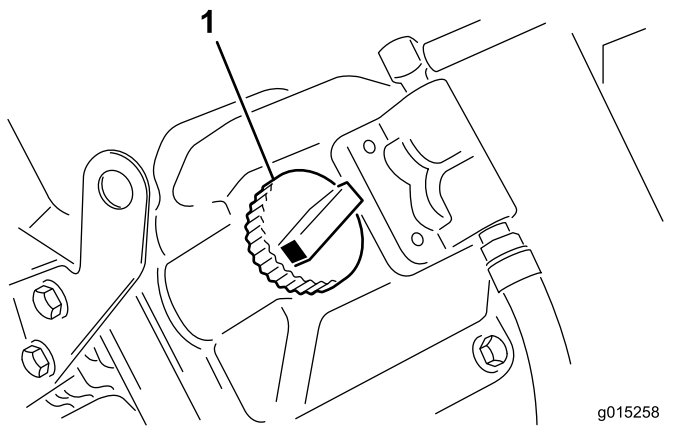

图9
5. 如果油位低于“已满”标记，应取下加油管盖，添加机油，直至油位达到量油尺上的“已满”标记（图9）。切勿过量添加。